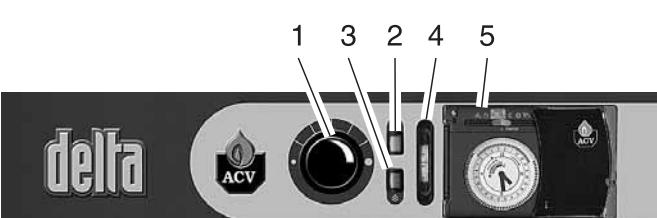

Рис. 23: Панель управления
#### 7.1.1 ОЗНАКОМЬТЕСЬ С ПАНЕЛЬЮ УПРАВЛЕНИЯ (рис. 23)
**Перед выполнением любых работ отключите электропитание на распределительном щите котельного помещения. Выключите главный выключатель котла.** (поз. 2, рис. 23)
#### 1 – Регулируемый термостат 60–90°C (поз. 1, рис. 23)
#### 2 – Главный выключатель (поз. 2, рис. 23)
#### 3 – Переключатель «зима–лето» (поз. 3, рис. 23)
#### 4 – Термометр (поз. 4, рис. 23)
#### 5 – Контроллер (поз. 5, рис. 23)